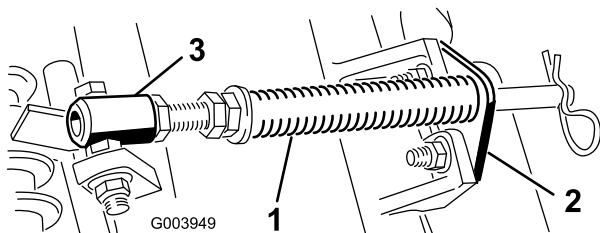

図 4
- A. カッティングユニットのタブにロッドブラケットを固定しているキャリッジボルト2本を外す 図 4。
- B. スプリングチューブのボルトをキャリアフレームのタブに固定しているフランジナット 図 4 を外し、アセンブリを取り外す。